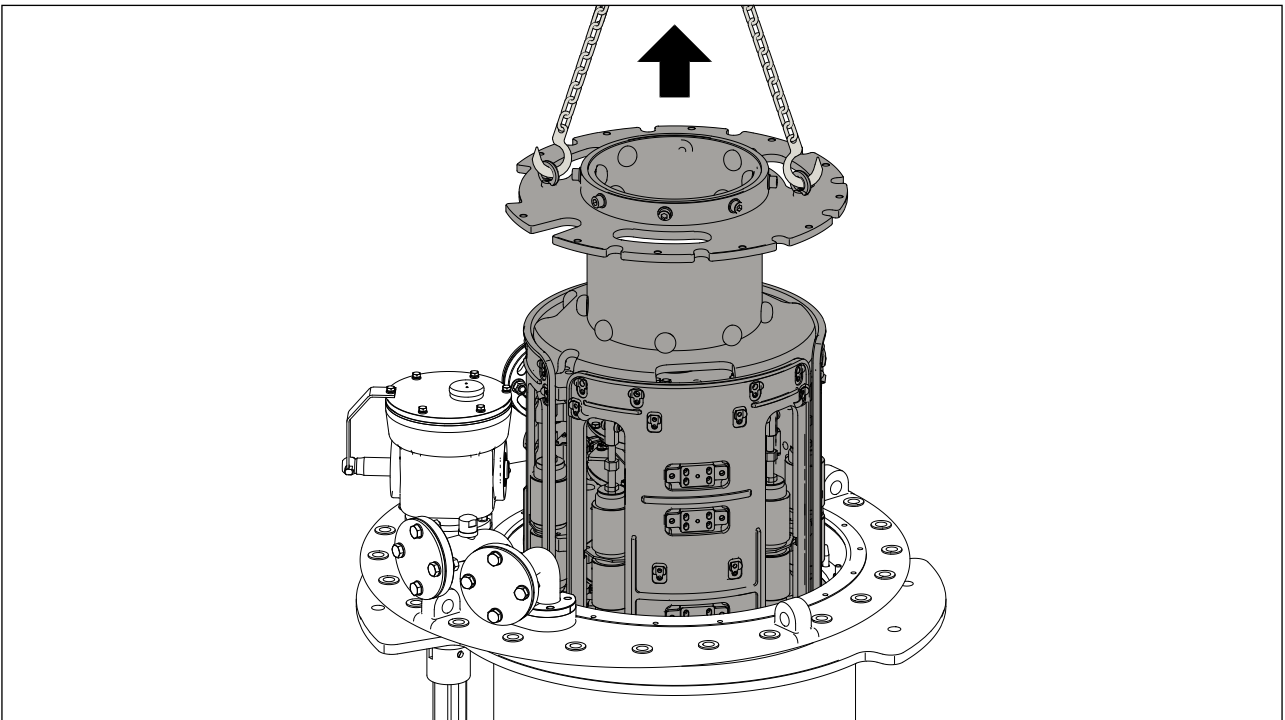

图 5-6 将切换开关芯子从油室中吊出
- 使用额定载荷不低于 1000 kg 的起吊设备，小心地将切换开关芯子从油室中垂直吊出（见图 5-6）。